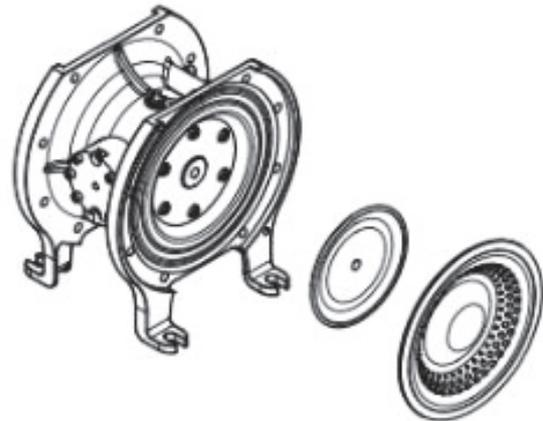

Abb. 5: Demontage Membran mit DSS
- Die noppedE4® Membrane von Hand herausdrehen. (Abb. 5)